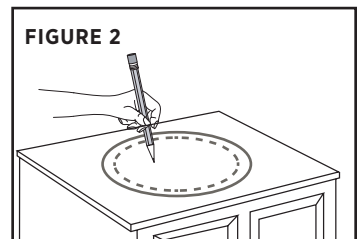

FIGURE 2
Please refer to template for both sink and faucet cut-out. Trace the cut-out line from the template onto the vanity (this will be the cut-out line). Make sure that the cut-out line is positioned properly on the vanity (**FIGURE 2**).
*Veuillez vous reporter au modèle, tracez la découpe à partir du modèle sur la vanité (cette ligne sera la ligne de découpe). S'assurer que le rebord soit positionné correctement sur la vanité (**FIGURE 2**).*